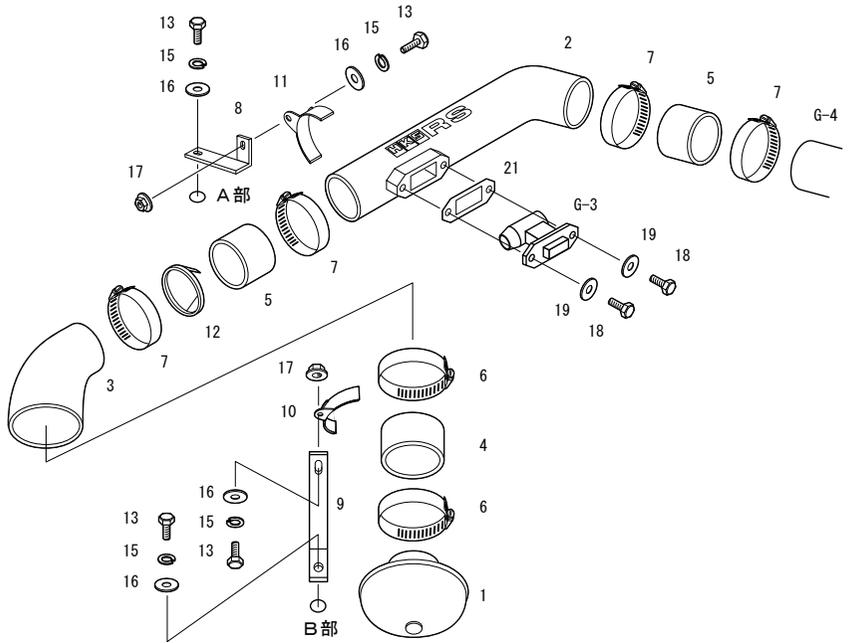
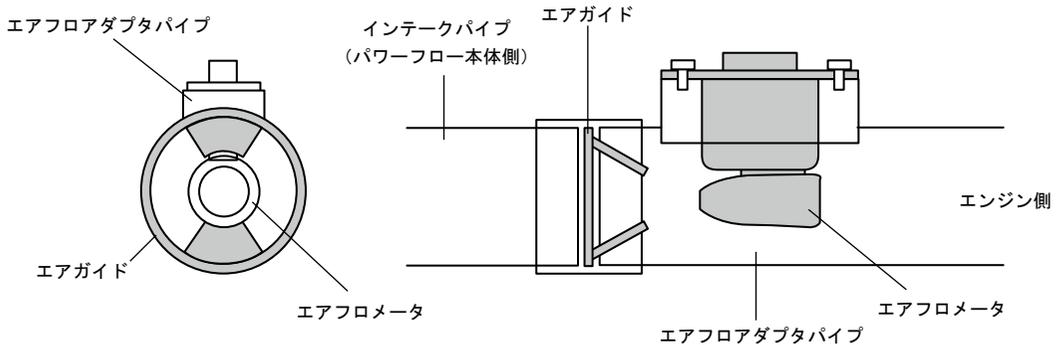

図5
図6
(締付けトルク 2.0 ~ 3.0N・m { 0.2 ~ 0.3kg・m }) (図5)
(5) キットパーツを仮付けしてください。(図5、図6、図7、図8)
(6) エアガイドをインテークパイプとエアフロアダプターパイプの間のジョイントホース内に、図6の角度で挟み込んでください。